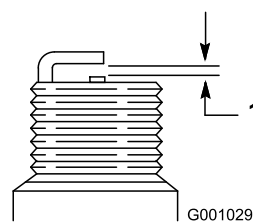

Рисунок 57
7. На новой свече установите зазор между электродами, равный 0,76 мм (Рисунок 57).